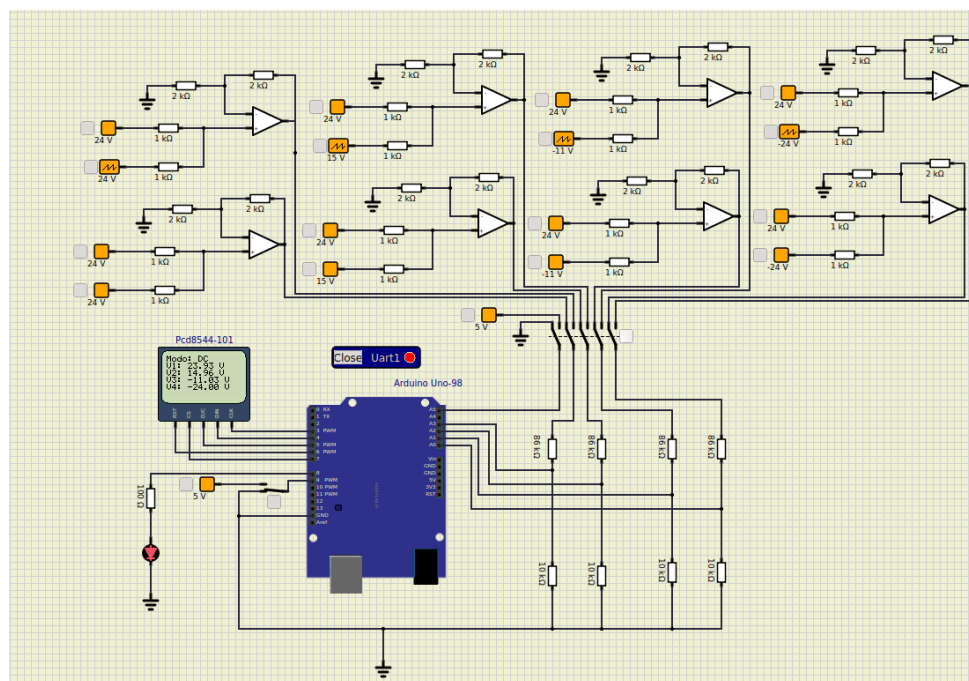

Figura 9: Lectura de Voltaje DC
Tras analizar los resultados obtenidos, se confirma que el circuito funciona según lo esperado. En la figura 9, se observa la medición de voltajes en corriente continua (DC). Los valores medidos se muestran en pantalla y se puede notar que cuando el voltaje supera los $\pm 20V$, el LED está encendido.